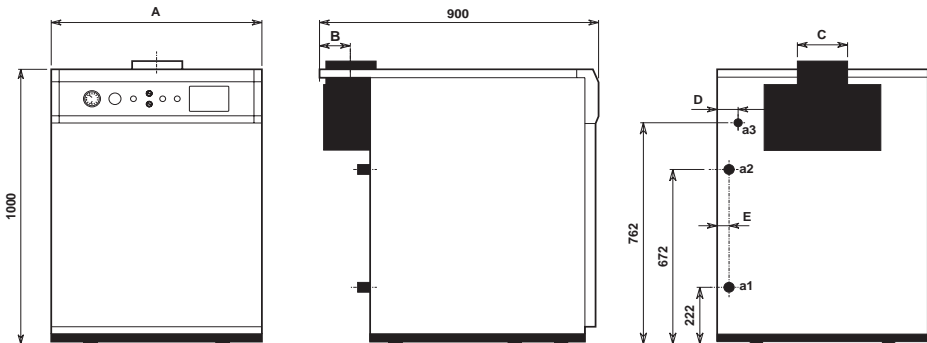

Рис. 1
2.01 Размеры (см. рис. 1 и таблица 2)